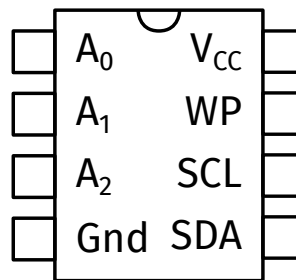

FIGURE 11 – Boîtier d'EEPROM à liaison série
La figure 11 donne un exemple de signaux associés à une EEPROM série. L'accès à la mémoire se fait par les lignes **Serial Clock (SCL)** et **Serial Data (SDA)**. Pour pouvoir brancher 8 composants identiques sur le même bus série, les 3 broches A2 .. A0 permettent de leur spécifier des adresses différentes. Enfin le signal de contrôle **Write Protect (WP)** permet d'empêcher l'écriture dans le circuit.